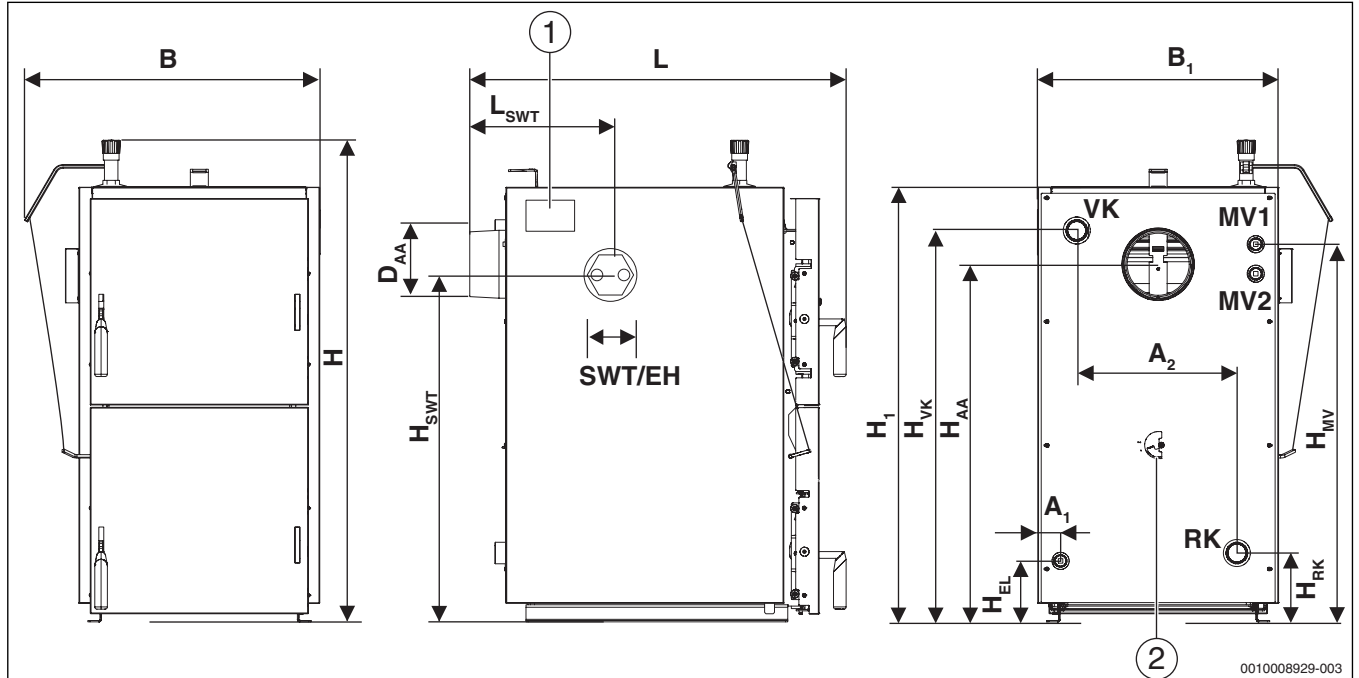

Рис. 5 Размеры Solid 2000H SFH 15 HNS
- ▶ Наклейте заводскую табличку в хорошо доступном и видимом месте, например, вверху на боковую стенку котла (→ рис. 5, стр. 7).